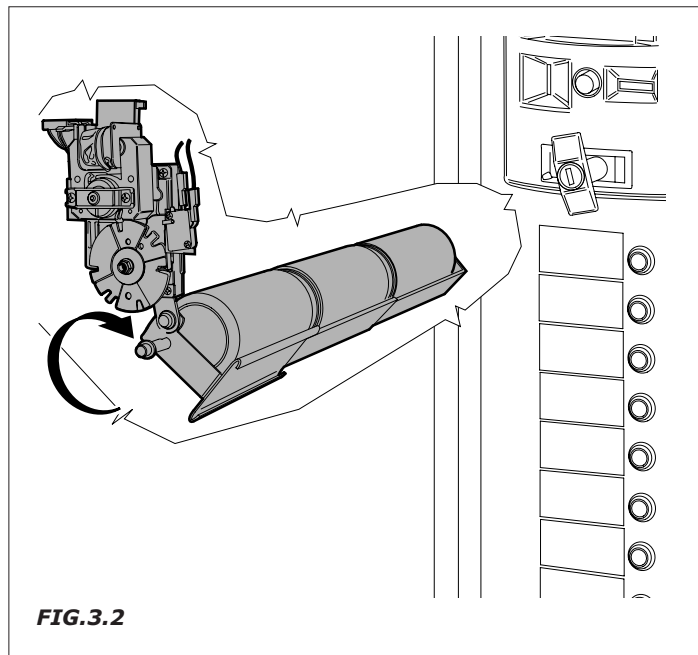

FIG.3.2
- il motore della colonna, nella quale si trova la bibita prescelta, effettua una rotazione in base al prodotto da distribuire facendo cadere il prodotto stesso nel vano di prelievo (Fig.3.2).